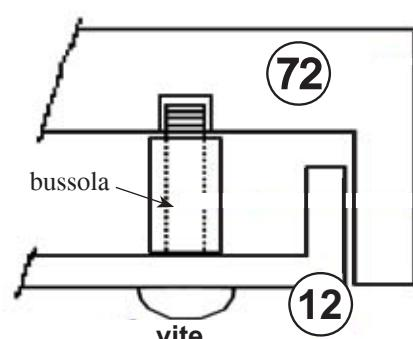

fig. 2
Per un corretto montaggio del frontalino superiore anteriore (72) è necessario interporre fra di esso e il frontalino metallico (12) la bussola fornita in dotazione, come indicato nel particolare "Z" a fig. 2.